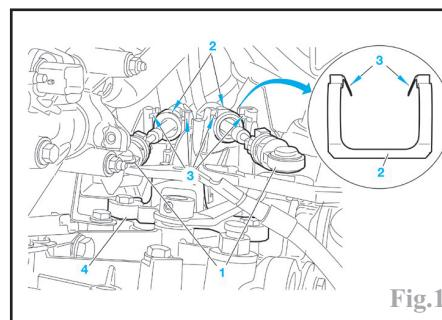

Fig.1
Désaccoupler les câbles de sélection et de passage des vitesses (1) (Fig.1), en utilisant un levier approprié (outil Peugeot 0216-G1), après avoir repéré leur position.
Déclipper les arrêts de gaines (2) des câbles en enfonçant les agrafes (3) à l'aide d'un tournevis plat puis dégager les arrêts de gaines en les tirant vers le haut (Fig.1).